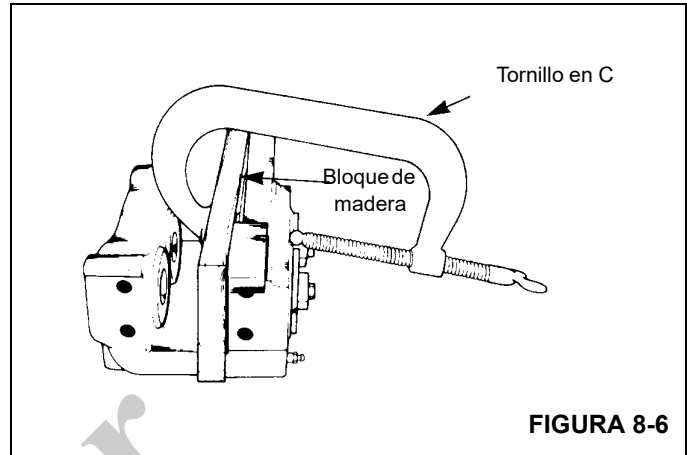

FIGURA 8-6
- a. Utilice un tornillo en C para sujetar un bloque de madera de 0.5 pulg (12.7 mm) contra los tres émbolos en el lado de montaje de la caja. Verifique que el tornillo en C no se encuentre en la zona delante de la cavidad del émbolo (Figura 8-6).